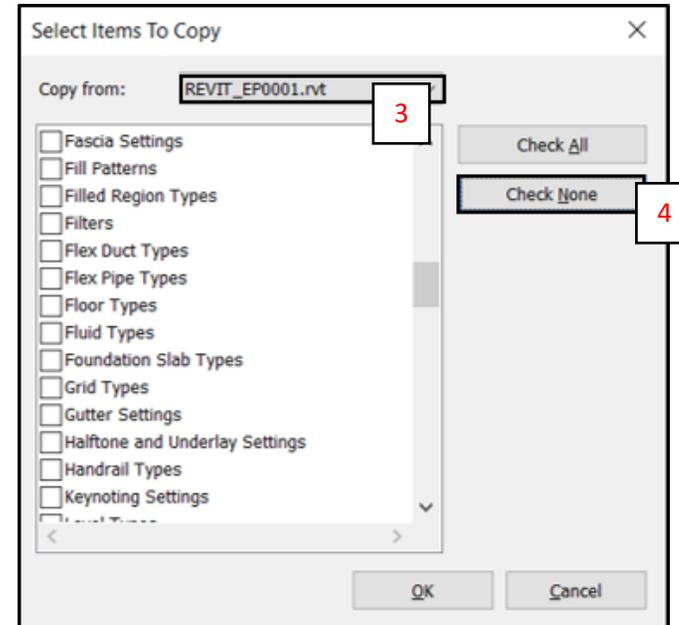

Fig. 3
- B. Para transferir las propiedades de familias, en la ventana "Select Items to Copy" seleccionar en la sección **Copy from** (3) el Archivo Descargable. (Fig. 3)
- C. Deseleccionar las categorías que vienen por defecto presionando **Check none** (4). (Fig. 3)